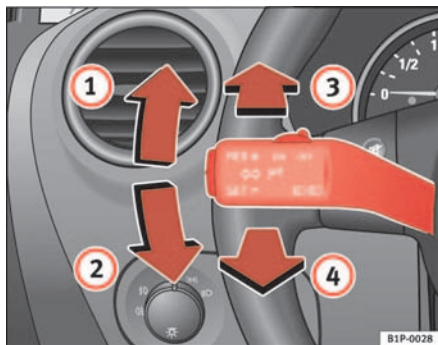

Abb. 76 Blinker und Fernlichthebel
- Drücken Sie den Hebel bis zum Anschlag nach oben ⇒ Abb. 76 ①, um **rechts** zu blinken, bzw. nach unten ②, um **links** zu blinken.
- Drücken Sie den Hebel nach vorne ⇒ Abb. 76 ③, um das Fernlicht einzuschalten.